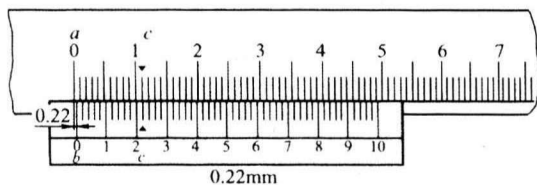
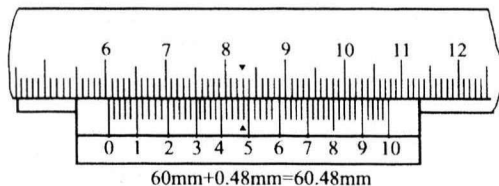

图 1-2 0.02mm 精度游标卡尺读数原理
图 1-3 0.02mm 精度游标卡尺读数方法
0.98mm，则尺身和游标相对一格之差为 $1\text{mm} - 0.98\text{mm} = 0.02\text{mm}$ ，所以它的测量精度为 0.02mm。根据这个刻线原理，如果游标第 11 根刻线与尺身刻线对齐（见图 1-2），则小数尺寸的读数为 $ab = ac - bc = 11\text{mm} - (11 \times 0.98)\text{mm} = 0.22\text{mm}$ 。简便看尺方法为：游标显示 0.22mm 线与尺身上的刻线对齐，即卡尺显示测量值为 0.22mm。图 1-3 所示的尺寸为 60.48mm，简便看尺方法为：游标显示零位已过尺身上的线 60mm，而游标上还显示 0.48mm 线与尺身上的刻线对齐，即卡尺显示测量值 $60\text{mm} + 0.48\text{mm}$ 。